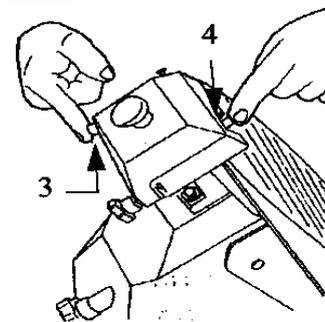

Рис. 11c
5. одновременно нажмите кнопки (3 и 4) в течение 3-4 сек., а затем одновременно отпустите их (см. Рис. 11c);